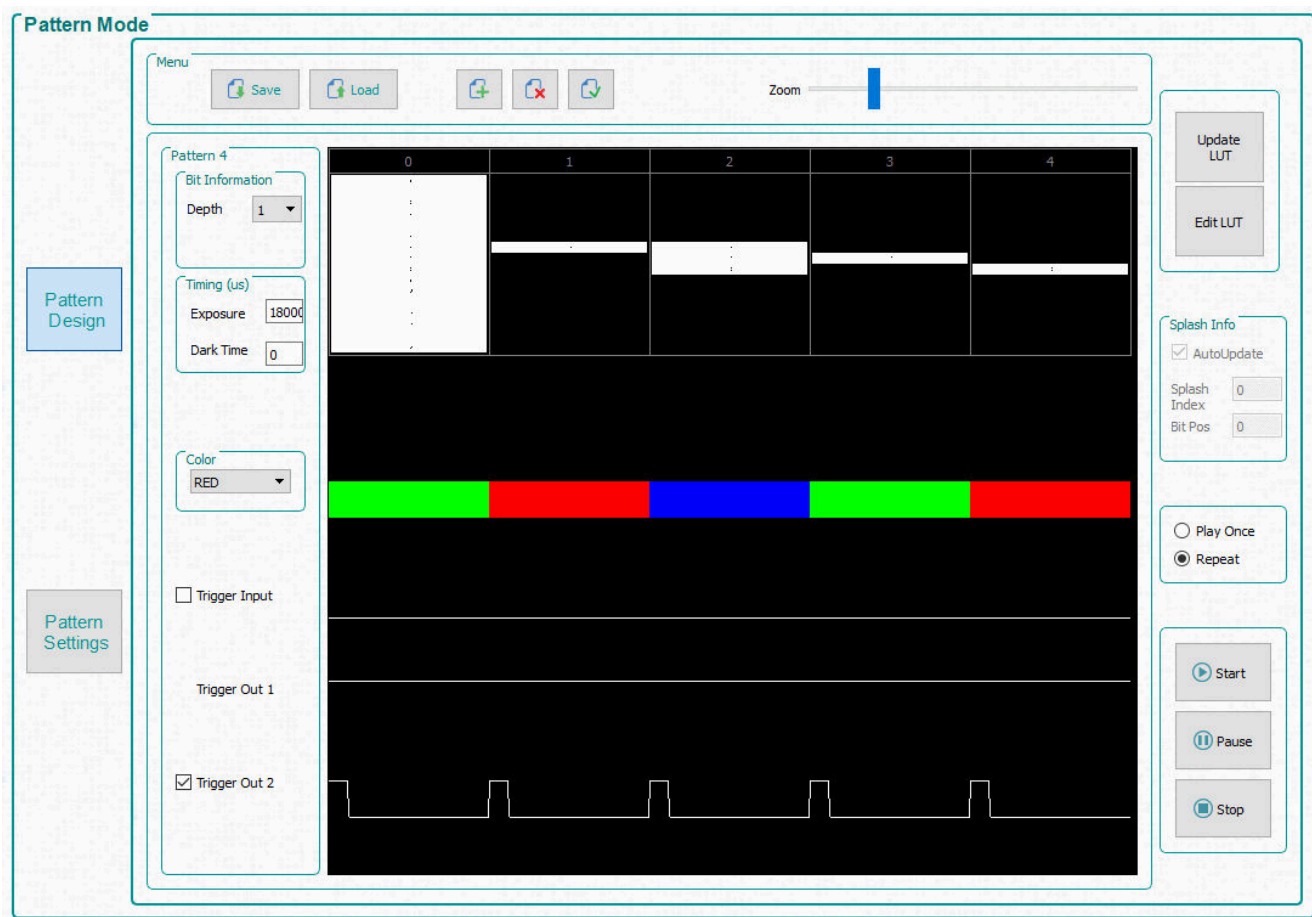

図 3-15. DMD ブロックのパターンのロード シーケンス
4. パターンのデザインは、図 3-15 のようになります。